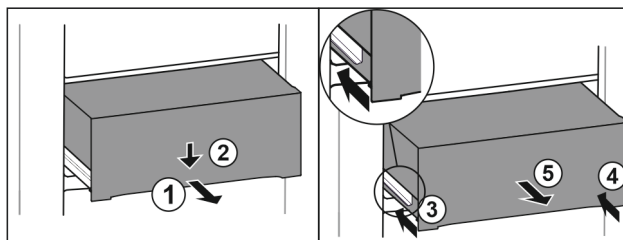

Fig. 96
- Dra ut utdragslåda till hälften. Fig. 96 (1)
- Tryck utdragslådan på framsidan nedåt. Fig. 96 (2)
- Skjut in vänster skena ca 2 cm. Fig. 96 (3)
- Skjut in höger skena ca 2 cm. Fig. 96 (4)
- Ta ut utdragslåda genom att dra den framåt. Fig. 96 (5)